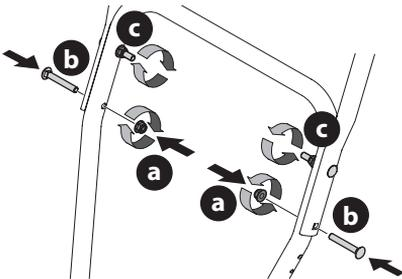

Figure 5
6. Installez les deux boulons de carrosserie (b) et les écrous (b) retirés à l'étape 2. Serrez les deux écrous supérieurs (c) que vous avez desserrés à l'étape 2 pour fixer la poignée. Voir Figure 5 ou Figure 6 selon les supports latéraux de votre modèle.